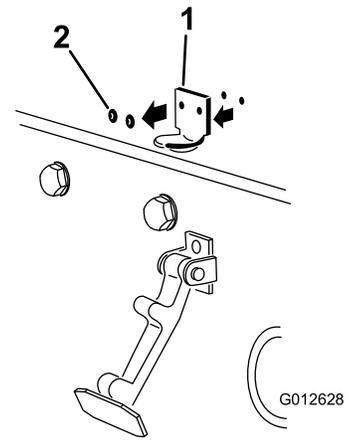

图7
2. 卸下将机罩门锁支架固定至机罩的铆钉2个图7。从机罩上卸下机罩门锁支架。